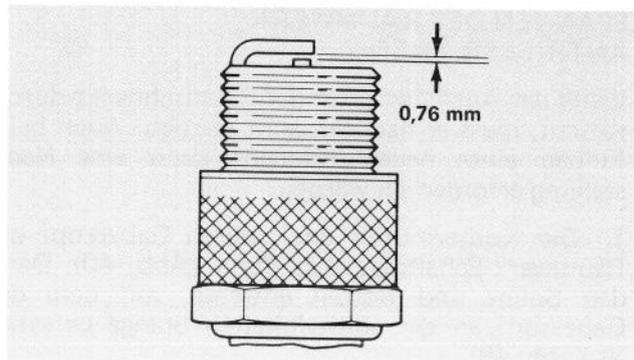

Abb. 44
3. Den Elektrodenabstand der neuen Zündkerze auf 0,76 mm einstellen (Abb. 44). Dann die neue Kerze einschrauben und festziehen. (Anzugsdrehmoment 2 mkp).